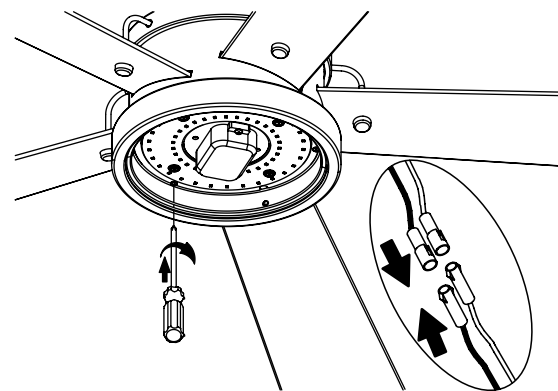

Fig. 21
Étape 1. Tenez le kit d'éclairage LED sur la plaque d'éclairage, puis connectez les 2 connecteurs à une broche du kit d'éclairage aux 2 connecteurs à une broche de l'ensemble moteur. Connectez le fil noir au fil noir et le fil blanc au fil blanc. Fixez le kit d'éclairage à la plaque d'éclairage et serrez solidement avec trois (3) vis du jeu de vis. (Fig. 21)